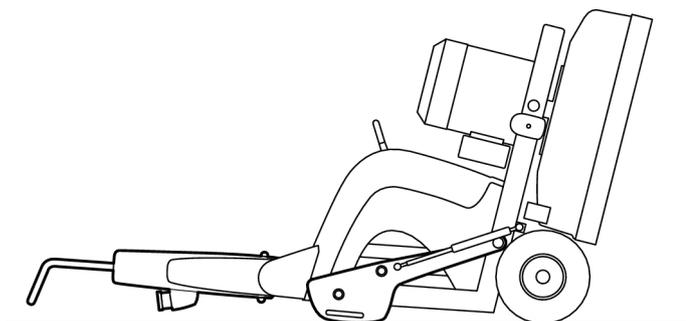

Figura 4-10.
4. Continuare a ribaltare all'indietro finché l'intera macchina non tocca il pavimento, vedere Figura 4-10, pagina 21.